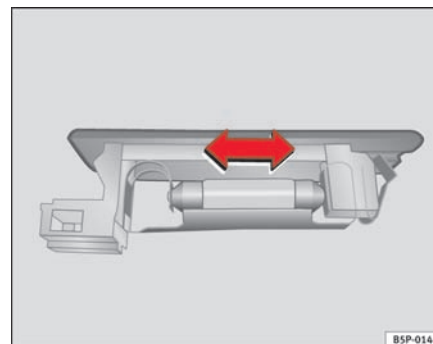

Fig. 158 Bagagerumslys
- Tryk pæren til side, og tag den ud af holderen ⇒ fig. 158. ■